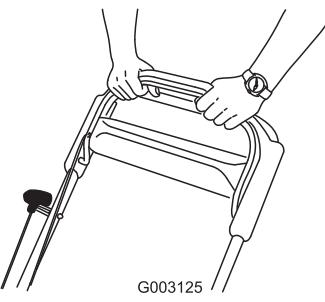

Bild 19
- Halten Sie den Schaltbügel gegen den Bügel gedrückt (Bild 19).